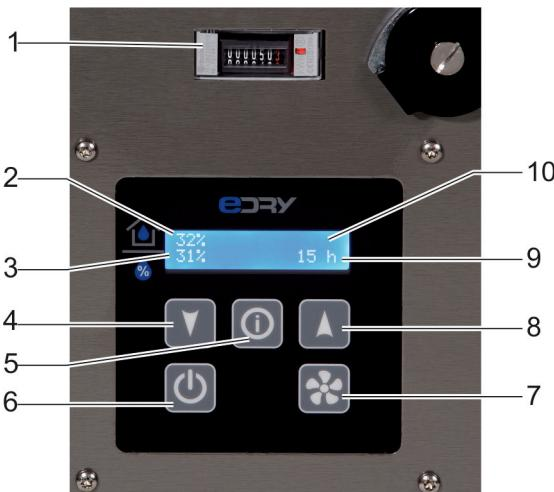

Fig. 9 : Panneau de commande des séries AD 5 et 6
3. Appuyez sur la touche marche/arrêt (fig. 9, n°5) sur le panneau de commande.